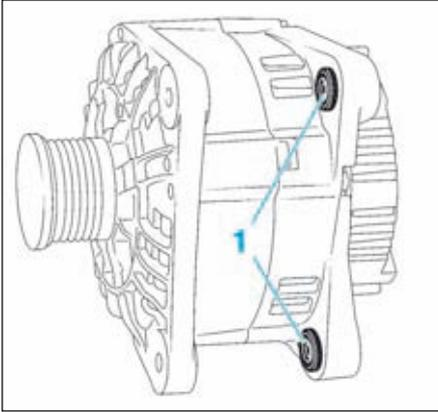

FIG.3
- Comprimer les bagues (1) (Fig.3) à l'aide d'une pince de façon à faciliter la mise en place de l'alternateur.